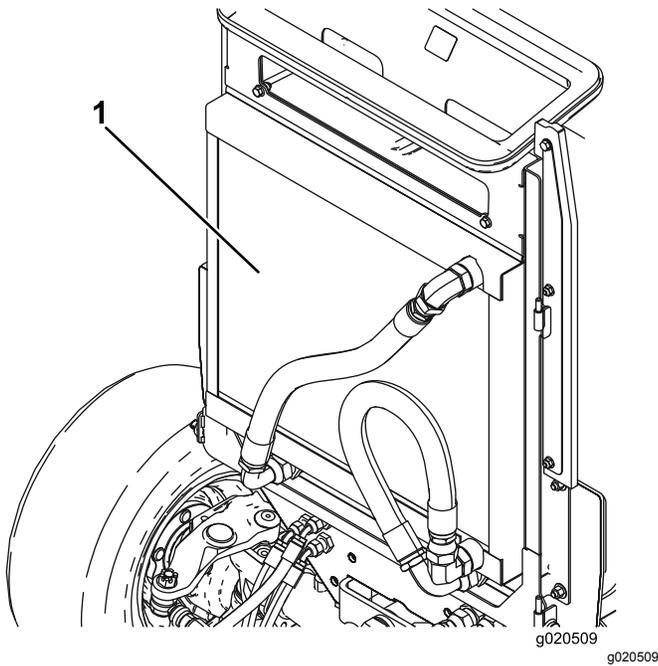

Figura 50
2. Limpie a fondo ambos lados de la zona del enfriador de aceite/radiador (Figura 50) con aire comprimido. Empezando en la parte delantera, soplo los residuos hacia la parte trasera. Luego, limpie desde atrás, soplando los residuos hacia